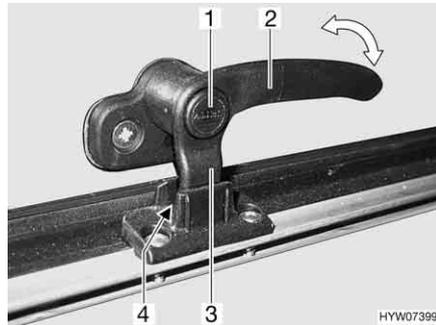
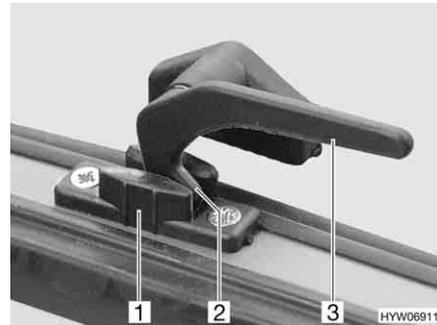

Fig. 70 Levier de verrouillage avec bouton de sécurité en position "Aération permanente"
Fig. 71 Levier de verrouillage en position "Aération permanente"
- En position "Aération permanente" (Fig. 70 et Fig. 71)
- S'il existe, appuyer sur le bouton de sécurité (Fig. 70,1) et le maintenir enfoncé.
- Tourner le levier de verrouillage (Fig. 70,2 ou Fig. 71,3) d'un quart de tour vers le centre de la fenêtre.
- Remettre le levier de verrouillage en position initiale. Le tenon de verrouillage (Fig. 70,3 ou Fig. 71,2) du levier de verrouillage doit pénétrer alors dans le logement prévu à cet effet dans le verrouillage de fenêtre (Fig. 70,4 ou Fig. 71,1).
- Relâcher le bouton de sécurité (Fig. 70,1) s'il y en a un.